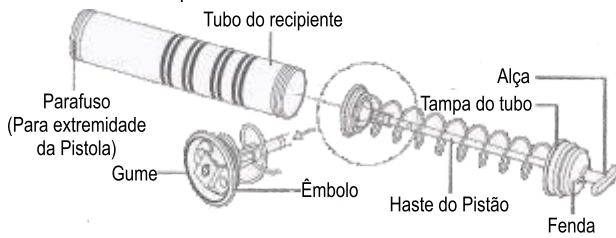

Fig. 5
- 1.Desparafuse e desmonte a tampa do tubo do recipiente conforme a Fig. 5